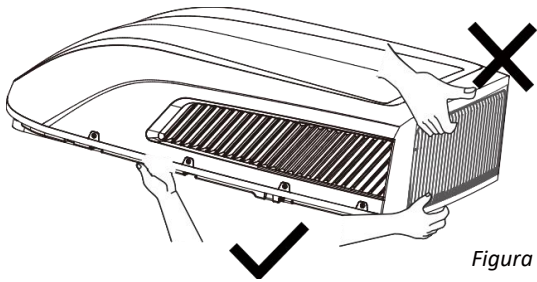

Figura 4-1
- Ao retirar a unidade externa após a desempacotamento, não levante a grade de saída de ar na parte de trás da caixa externa (ver Figura 4-1).